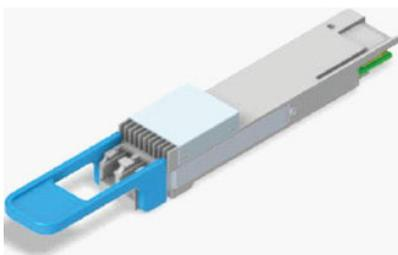
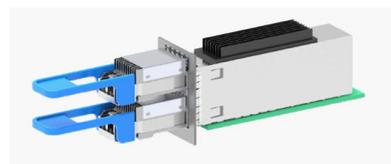

图 1. 单个 QSFP-DD 模块
图 2. 堆叠式笼中显示的两个 QSFP-DD 模块
数据速率持续攀升，现已达到 1.6Tbps。尽管可插拔光学模块的外形被定义为能够与不同供应商的器件 (如图 1 中显示的 QSFP-DD) 互操作和兼容，但如果能够在这种空间受限的环境中管理热耗散，系统设计人员便能够实现更高的运行速度。在这种服务器环境中，气流非常受限。因此，散热器构建在顶部来帮助可插拔模块散热。图 2 显示了顶部装有散热器的 QSFP-DD 堆叠式笼。
- 德州仪器 (TI), 堆叠配置中的 TPS6287X-Q1 器件运行, 应用手册。
- 德州仪器 (TI), 了解在高输出电流和高温下工作的 SOA 曲线, 应用手册。
- 德州仪器 (TI), 采用小巧高效的电源和数据转换器解决方案实现更高的光学模块数据速率, 技术白皮书。
- [Semantic Scholar optical module images \(图 1 and 图 2\), Optimizing QSFP-DD Systems to Achieve at Least 25 Watt Thermal Port Performance](#), Cisco®, January 2021.